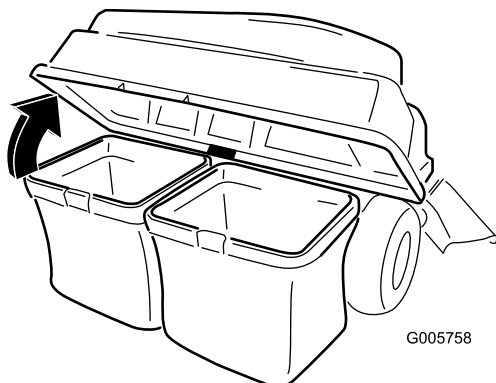

Figure 30
3. Ouvrez (soulevez) le couvercle du système de ramassage (Figure 30).